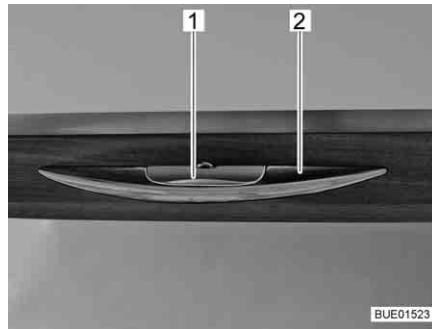

Bild 82 Handtag med låslist
- Tryck in låslisten (Bild 82,1) och håll den intryckt.
- Öppna skåpluckan genom att dra i handtaget (Bild 82,2).